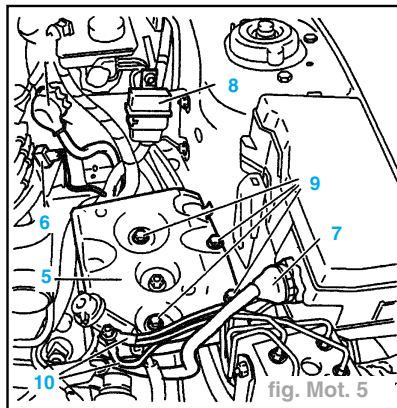

fig. Mot. 5
- le boîtier (8) (figure Mot. 5).
- la sonde à oxygène (6).
- les faisceaux (7).
- le support bac à batterie (5) (figure Mot. 5).
- les vis (9).
- les câbles électriques (10).
- le boîtier (8).